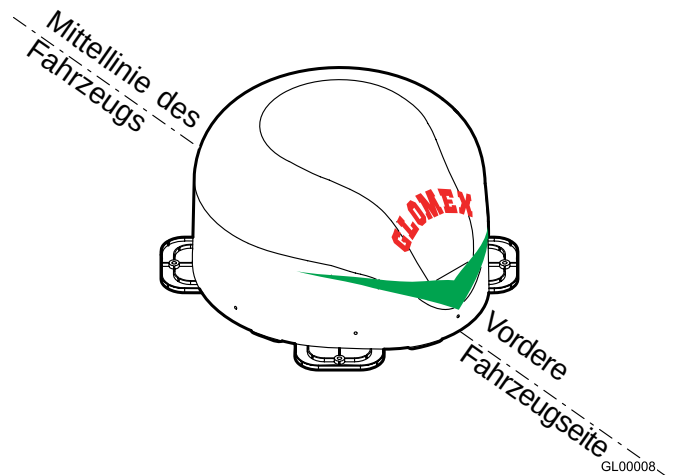

Fig. 8
5. Die Antenne in die geeignete Position auf der Mittellinie des Fahrzeugs stellen, und dabei die Einbaurichtung beachten, die in **Fig. 8** angegeben ist, und einen guten Druck auf den Seiten des Radoms üben, so dass die Platten korrekt auf der Montageoberfläche haften. Warten Sie, bis das Silikon fest wird (die Zeit hängt von der Außentemperatur ab).
Bitte beachten Sie für einen korrekten Einbau die Einbaurichtung Fig. 8.